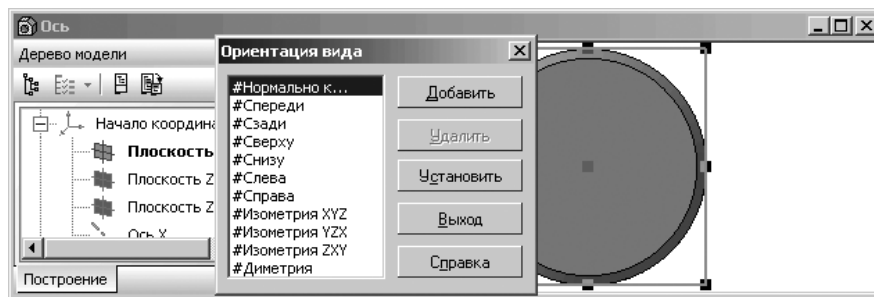

Рис. 8.26. Расположение выделенной плоскости **Плоскость XY** с ориентацией вида **#Нормально к...**
- щелкните в диалоговом окне **Ориентация вида** по пункту **#Нормально к...**, а затем по кнопке **Установить**. Выделенная ранее плоскость будет параллельна экрану. Это состояние рабочего окна показано на рис. 8.26.